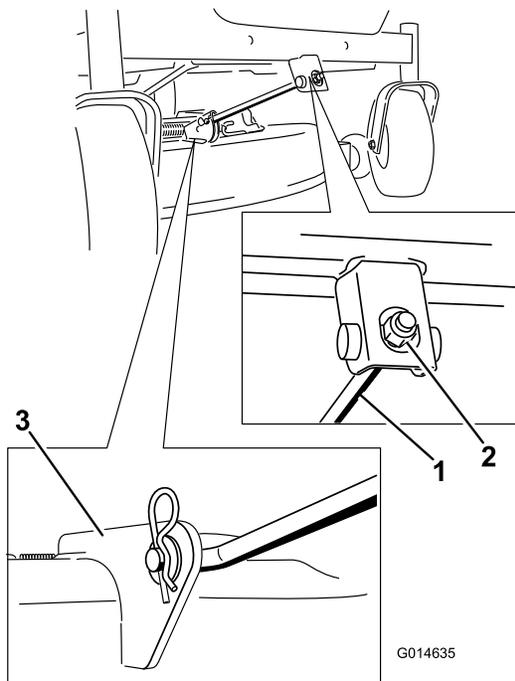

Figura 56
4. Retire la chaveta de la varilla de soporte delantera y retire la varilla del soporte de la carcasa (Figura 56).
6. Conecte la varilla de soporte delantera a la carcasa de corte con el pasador y la chaveta (Figura 56).